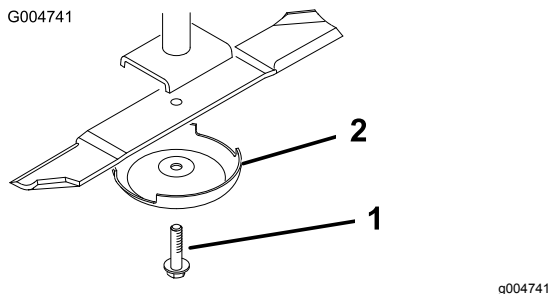

Figura 116
3. Retire del eje de la cuchilla el perno de la cuchilla, el protector de césped y la cuchilla (Figura 116).